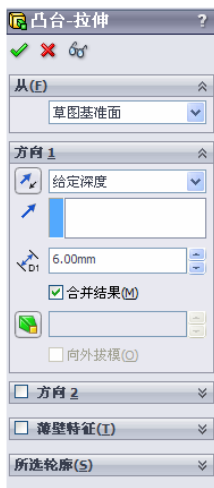
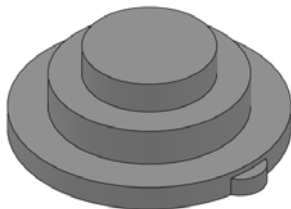

图 7-86 “凸台-拉伸”属性管理器
图 7-87 创建拉伸凸台 1
2) 拉伸凸台 1。单击“特征”工具栏中的 (拉伸凸台/基体) 按钮, 或选择菜单栏中的“插入”→“凸台/基体”→“拉伸”命令, 系统弹出“凸台-拉伸”属性管理器; 在 (深度) 文本框中输入“6”, 其他拉伸参数设置如图 7-86 所示, 单击 (确定) 按钮, 效果如图 7-87 所示。